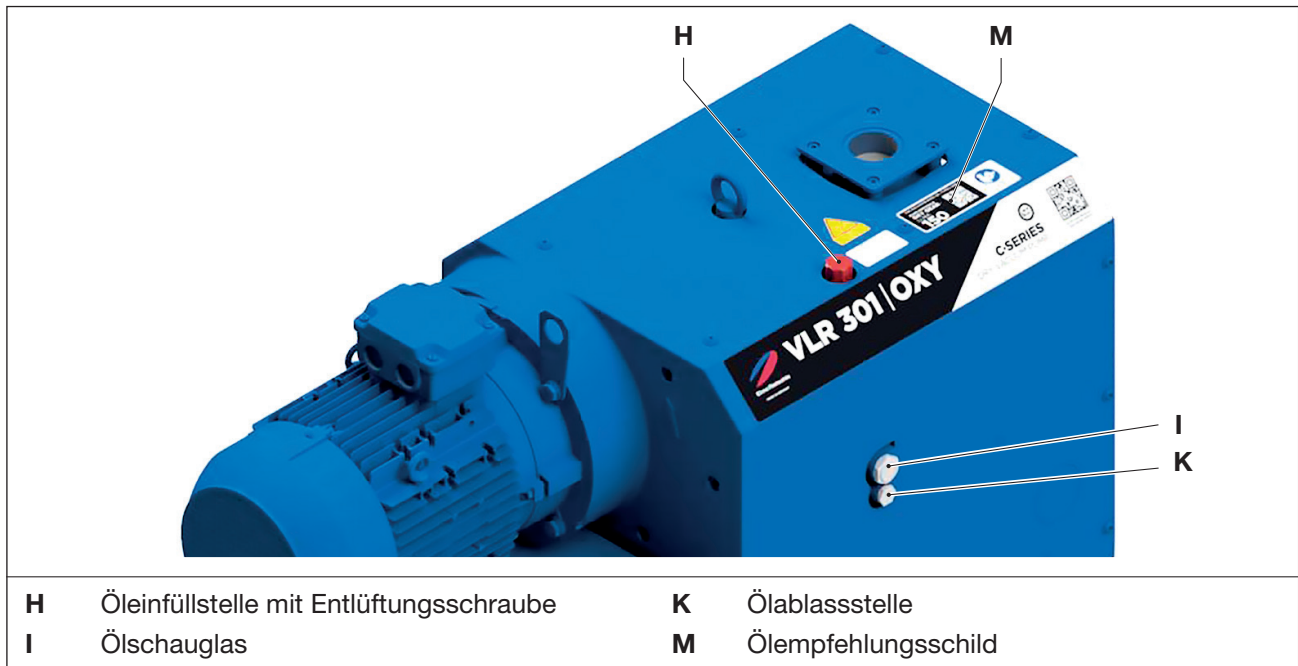

Abb. 5 Ölwechsel
Die Maschine darf nur mit folgendem Betriebsmittel betrieben werden (Elmo Rietschle Öl), siehe Ölempfehlungsschild (Abb. 5/M) sowie Tab. 3 „Öle“ auf Seite 30:
Ölstand am Schauglas (Abb. 5/I) monatlich kontrollieren.
- Verschluss der Öleinfüllstelle (Abb. 5/H) öffnen und Öl bis zur Oberkante des Schauglases (Abb. 5/I) auffüllen.
- Verschluss der Öleinfüllstelle (Abb. 5/H) öffnen, Ölablassstelle (Abb. 5/K) öffnen und Altöl vollständig ablassen.
- Ölablassstelle (Abb. 5/K) verschließen und neues Öl an der Öleinfüllstelle (Abb. 5/H) einfüllen. Ölstand am Schauglas (Abb. 5/I) kontrollieren.